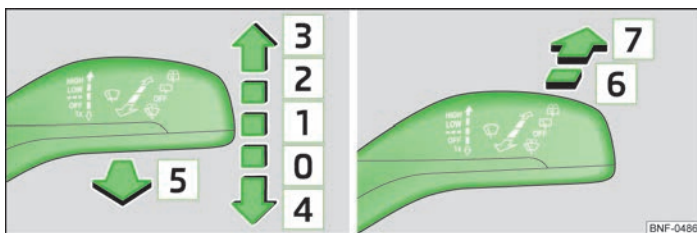

Fig. 30 Accionar el limpiaparabrisas frontal o posterior
- Si se desea limpiar el parabrisas sólo **brevemente**, empujar la palanca a la posición de suspensión elástica **4** » fig. 30.
- Levantar la palanca a la posición **1** » fig. 30.
- Levantar la palanca a la posición **2** » fig. 30.
- Levantar la palanca a la posición **3** » fig. 30.
- Tirar de la palanca hacia el volante a la posición de suspensión elástica **5** » fig. 30, el sistema de lavado y el limpiacrístales trabajan.
- Empujar la palanca, apartándola del volante, a la posición **6** » fig. 30, la escobilla barrerá cada 6 segundos.
- Empujar la palanca, apartándola del volante, a la posición de suspensión elástica **7** » fig. 30, el limpiacrístales y la instalación de lavado trabajan.
- Volver a colocar la palanca en la posición básica **0** » fig. 30.
- Empujar la palanca de limpiaparabrisas a la posición **4** » fig. 30 de la página 35, los brazos de las escobillas se desplazarán a la posición de servicio.
- Conectar el encendido y presionar la palanca del limpiaparabrisas a la posición **4** » fig. 30 de la página 35, los brazos de las escobillas se desplazarán a la posición de servicio.